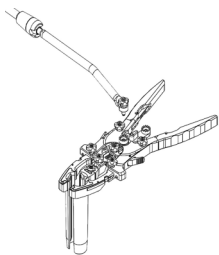

Figure 11
- Alignez les dents des Starbursts sur l'extrémité distale du **bras articulé** (ML-0061) ou de l'**interface de bras** (ML-0902) et sur le point de fixation souhaité sur le cadre de l'écarteur, serrez à la main et sécurisez en place avec le **tournevis hexagonal** (Figure 11).